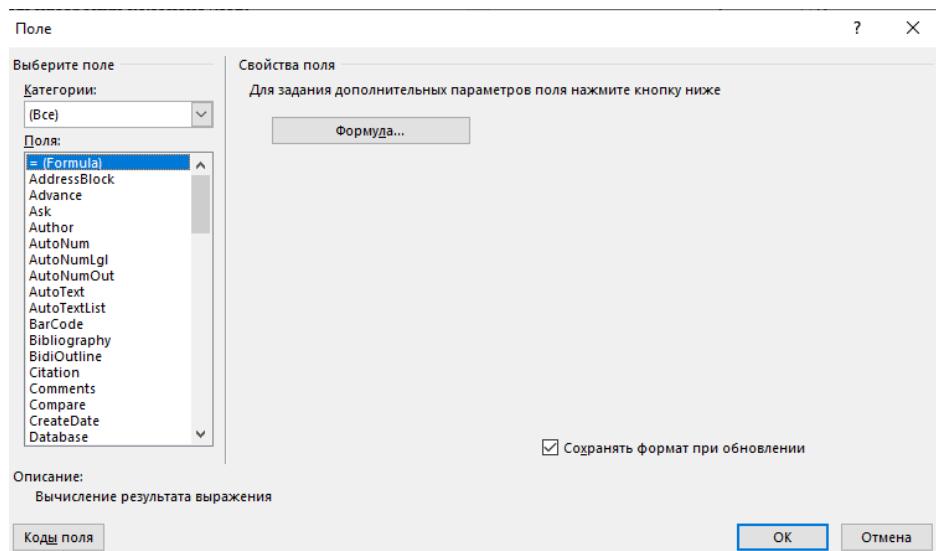

Рис. 2.5. Диалоговое окно вставки поля.
- «Поле» открывает диалоговое окно вставки поля (рис. 2.5) в котором можно выбрать тип поля, прочитать его описание и установить дополнительные настройки;